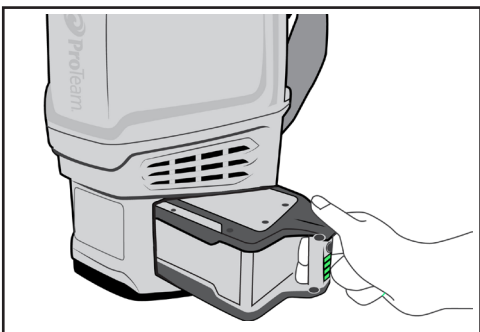

Figure Z4
- Remove the battery from the vacuum housing (Figure Z4).
- Retire la batería de la carcasa de la aspiradora (Figura Z4).
- Retirez le bloc-piles du boîtier de l'aspirateur (Figure Z4).